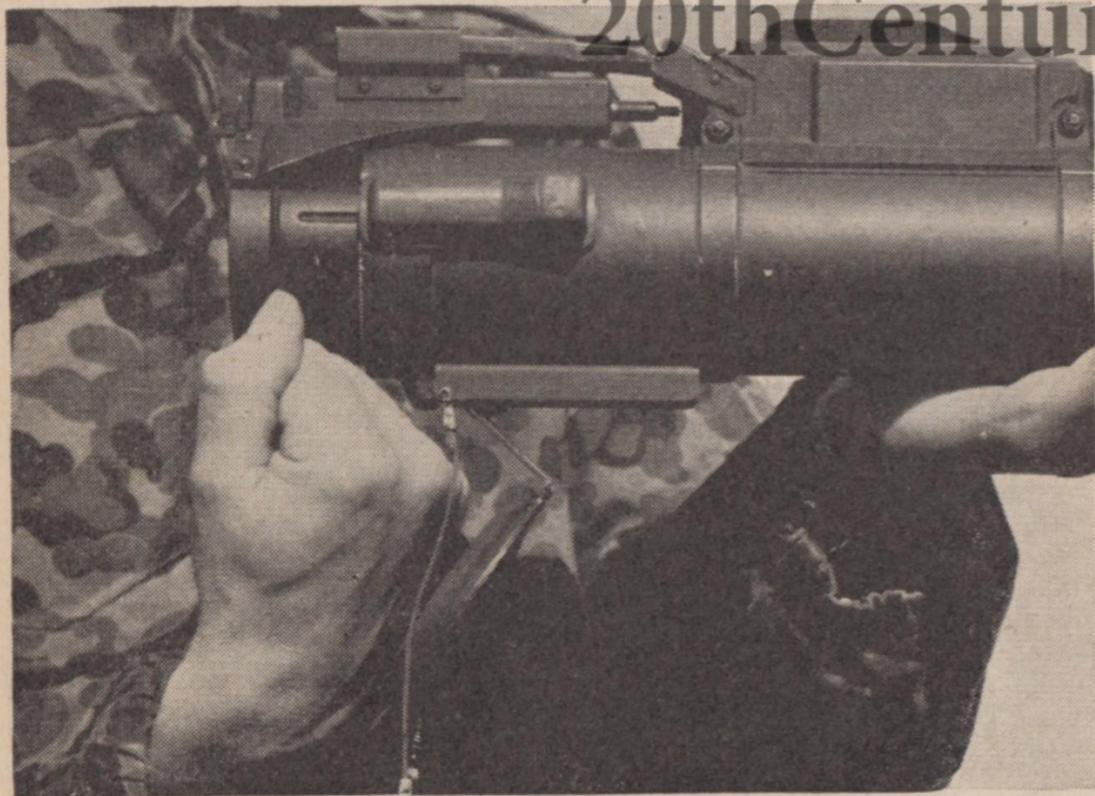

Abb. 6
- Innenrohr mit der rechten Hand (die linke Hand hält mit Untergriff das Außenrohr) am Bügelgriff (siehe Abb. 6)